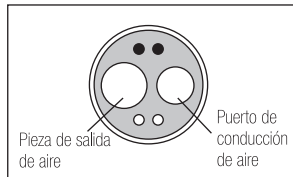

Fig. 7
- 3) Inserte la boquilla de pulverizador en el conducto de conducción de aire del motor. Sostenga el motor y el pulverizador durante 2-3 segundos. Aplique lubricante hasta que sobresalga de la pieza de salida de aire durante al menos dos segundos. (Fig. 7)
- 2) Aplique 1-2 gotas de aceite de lubricación en el puerto de conducción de aire tal y como se muestra en la Fig. 7.